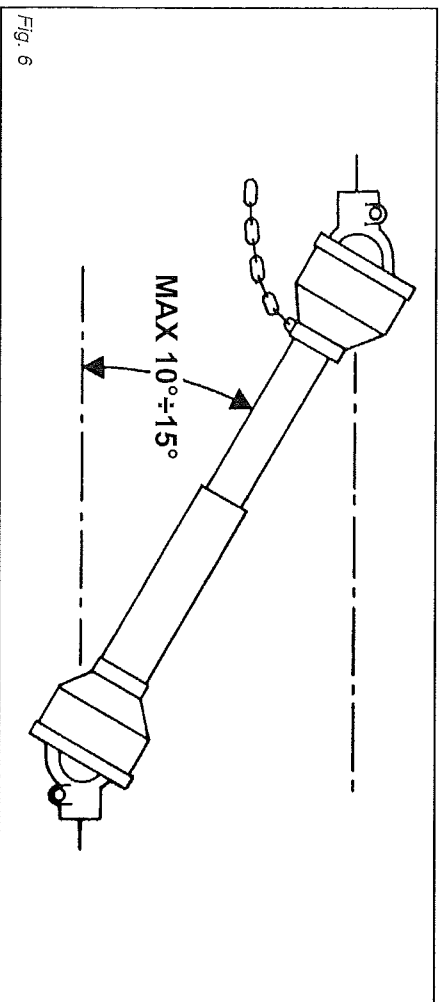

Fig. 6
- 41) Disinserire, sempre, la presa di forza quando l'albero cardanico fa un angolo troppo aperto (mai oltre i 10 gradi - Fig. 6) e quando non viene usata.
- 41) Always disengage the pto when the cardan shaft is set at an excessively open angle (never beyond 10 degrees - Fig. 6) and when it is not in use.
- 41) Schakel de aftakas altijd uit wanneer de cardanas een te open hoek vormt (nooit meer dan 10 graden - Fig. 6) en wanneer hij niet gebruikt wordt.
- 41) Man skal altid slutte krafttugtaget fra, når kardanakslen har en meget åben vinkel (aldrig over 10 grader - Fig. 6) og når maskinen ikke anvendes.
- 41) Krafttugtaget ska alltid fränkopplas när kardanaxelns vinkel är överdrivet stor (aldrig över 10 grader - fig. 6) och när det inte används.